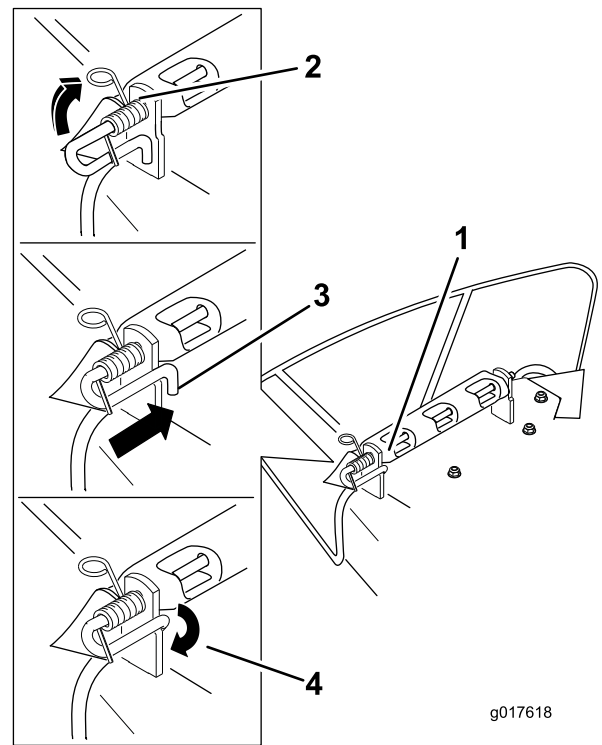

Figure 62
3. Positionnez le nouveau déflecteur d'éjection en plaçant les extrémités du support entre les supports soudés du tablier, comme illustré à la Figure 62.
6. Soulevez le côté avec la boucle du ressort et placez-le dans le cran du support de déflecteur (Figure 62).
7. Fixez l'ensemble tige et ressort en le tournant de sorte à pouvoir placer l'extrémité courte de la tige derrière le support avant soudé au tablier de coupe (Figure 62).